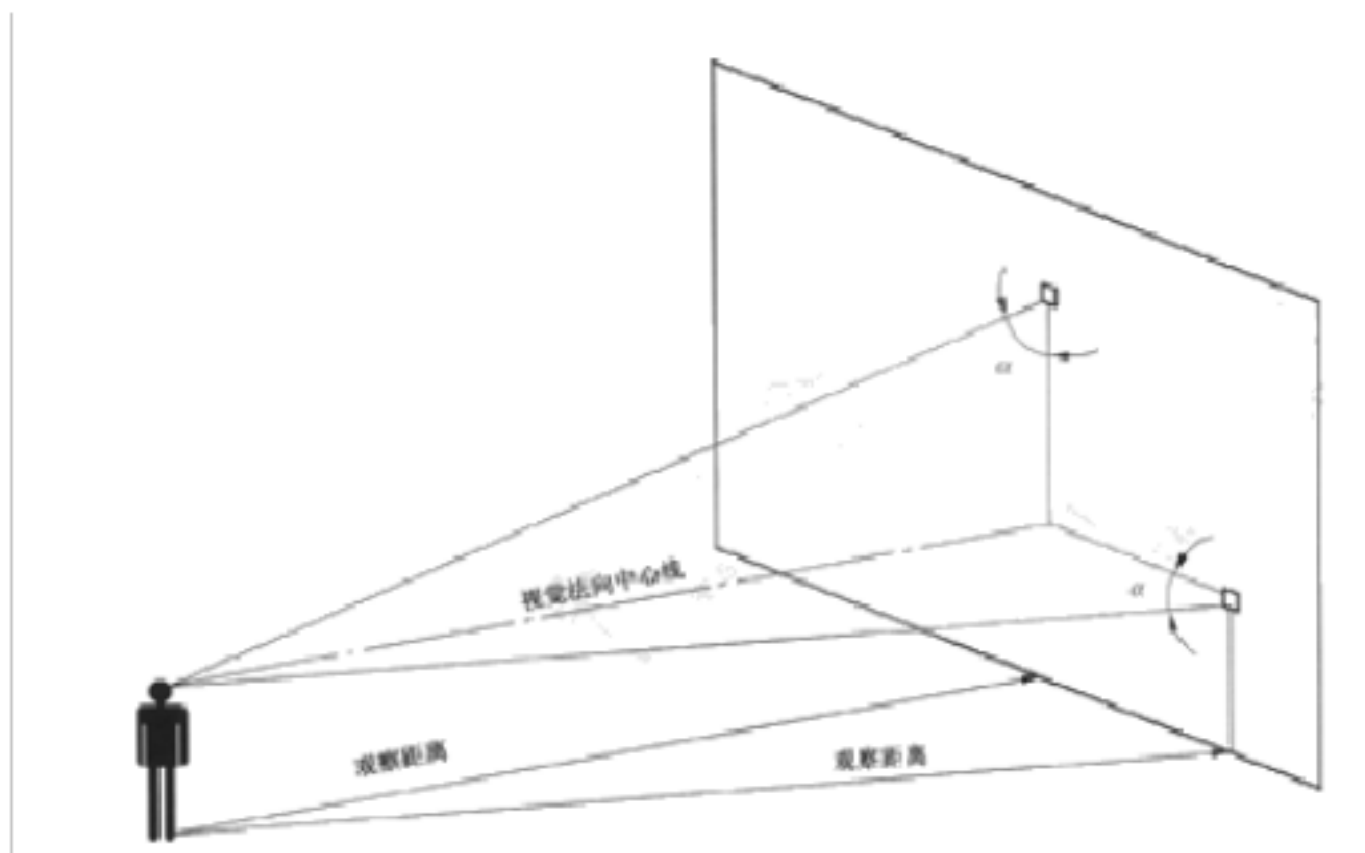

图 8 标志牌平面与视线夹角 不低于 75°
9.3 标志牌的平面与视线夹角应接近 90° ，观察者位于最大观察距离时，最小夹角不低于 75° ，如图 8。